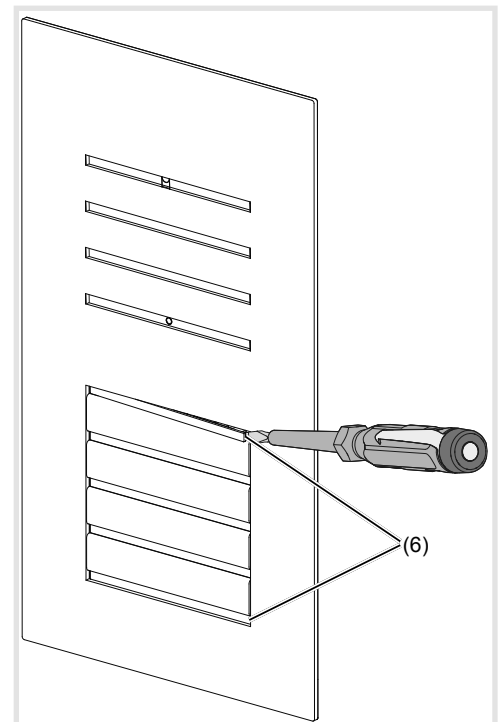

Figura 13: rimozione delle strisce di copertura
- Sollevare in avanti ed estrarre le strisce di copertura di bloccaggio (6) sopra e sotto con il cacciavite (figura 13).